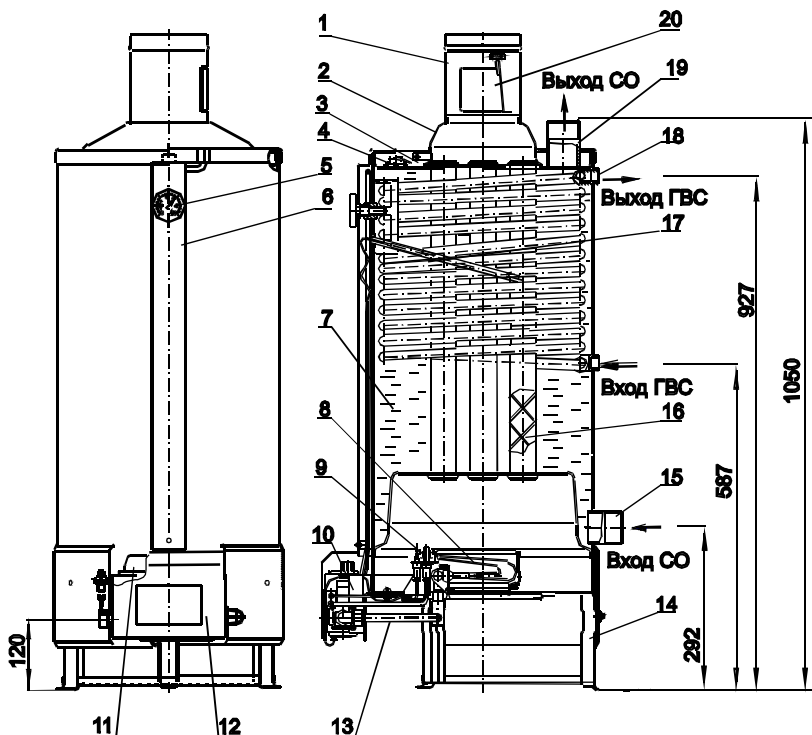
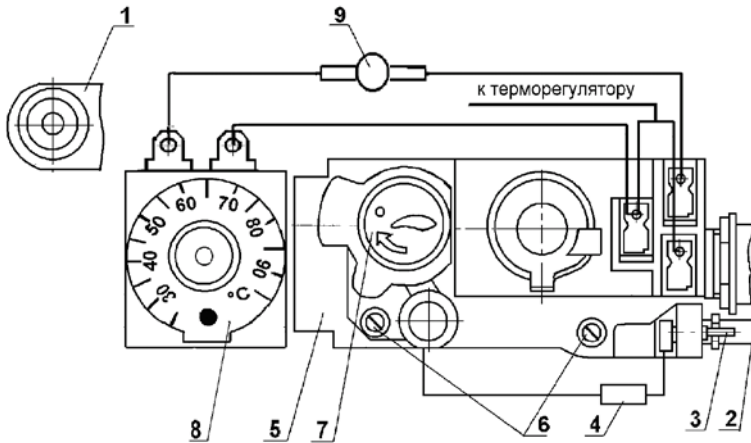
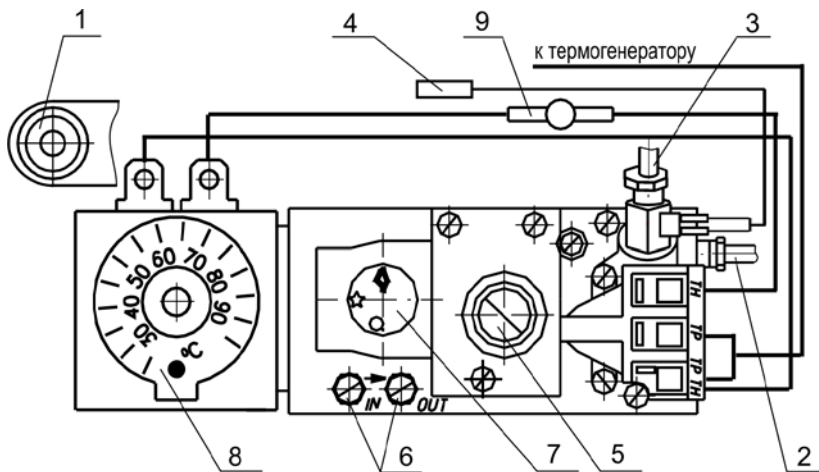
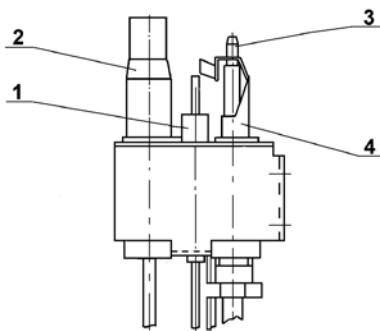

Рис.1 Аппарат комбинированный (отопительный) газовый бытовой Комфорт
Рис.2 Блок управления VS8620С “Honeywell”
Рис.3 Блок управления SIT 820 NOVA
Рис.4 Устройство запальное
4.2 Блок автоматики 5 (Рис.2) VS8620С или блок автоматики 5 (Рис.3) SIT 820 NOVA представляет собой электромеханическое устройство и служит для подачи газа к запальнику и горелке, регулирования температуры воды в аппарате и автоматического отключения подачи газа при:
4.3 Термостат 8 (Рис.2) или (Рис.3), соединенный проводами с блоком и автоматикой по перегреву 4 (Рис.1), обеспечивает автоматическое плавное включение основной горелки, а при достижении заданной температуры воды в теплообменнике производит полное отключение основной горелки.
4.4 Автоматика по перегреву 9 (Рис.2) или (Рис.3) (термостат предельного нагрева), соединенная проводами с блоком VS8620C или блоком автоматика SIT 820 NOVA и термостатом 8 (Рис.2) или (Рис.3), обеспечивает автоматическое предохранительное отключение подачи
газа на основную горелку при достижении температуры воды в баке-теплообменнике аппарата $93\text{ }^{\circ}\text{C} \pm 100\text{ }^{\circ}\text{C}$ (в случае выхода из строя термостата 8 (Рис.2) или (Рис.3) или ошибочной настройки его на температуру выше $90\text{ }^{\circ}\text{C}$).
4.5 Тягопрерыватель 1 (Рис.1) предназначен для автоматической стабилизации величины разрежения в топке аппарата, т.е. уменьшения влияния колебания величины разрежения в дымоходе на тягу в топке аппарата.
4.6 Автоматика по тяге состоит из датчика тяги (биметаллическая пластина с микровыключателем), укрепленного на крышке бака, и проводов, соединяющих микровыключатель с блоком автоматики 5 (Рис.2) или (Рис.3).
4.7 Устройство запальное Рис.4 предназначено для крепления запальника, термогенератора, термопары, свечи пьезорозжига и розжига основной горелки.
5.9 Во избежание самопроизвольного срабатывания датчика тяги кожух 2 (Рис.1) не должен касаться биметаллической пластины датчика тяги.
6.12 Проверьте работу пьезорозжига. При нажатии на кнопку пьезорозжига 1 (Рис.2) или (Рис.3) должна проскакивать искра между электродом свечи пьезорозжига 1 (Рис.4) и запальником 4 (Рис.4).